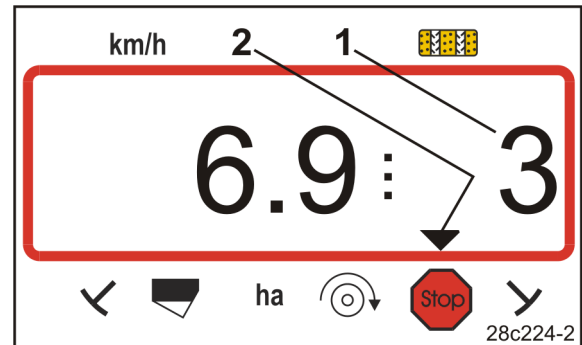

Fig. 23
- No visor pisca o número (Fig. 23/1) do contador de sulcos de marcha.
- A seta de controlo (Fig. 23/2) marca o sinal Stop.